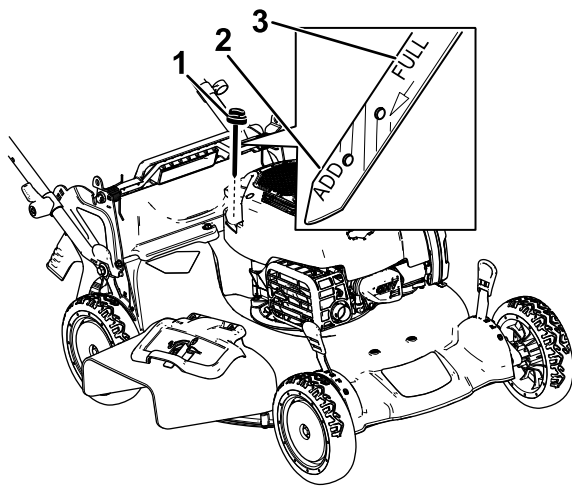

Figura 12
5. Observe en la varilla el nivel de aceite (Figura 12).
- Si el nivel de aceite de la varilla es demasiado bajo (Figura 12), vierta con cuidado una pequeña cantidad de aceite detergente SAE 30 o SAE 10W-30 en el tubo de llenado, espere 3 minutos, y repita los pasos 3 a 5 hasta que el aceite de la varilla llegue al nivel correcto. Consulte el tipo correcto de aceite en Cómo cambiar el aceite del motor (página 23).
- Si el nivel de aceite de la varilla es demasiado alto (Figura 12), drene el exceso de aceite hasta que el nivel de aceite en la varilla sea correcto; consulte Cómo cambiar el aceite del motor (página 23).